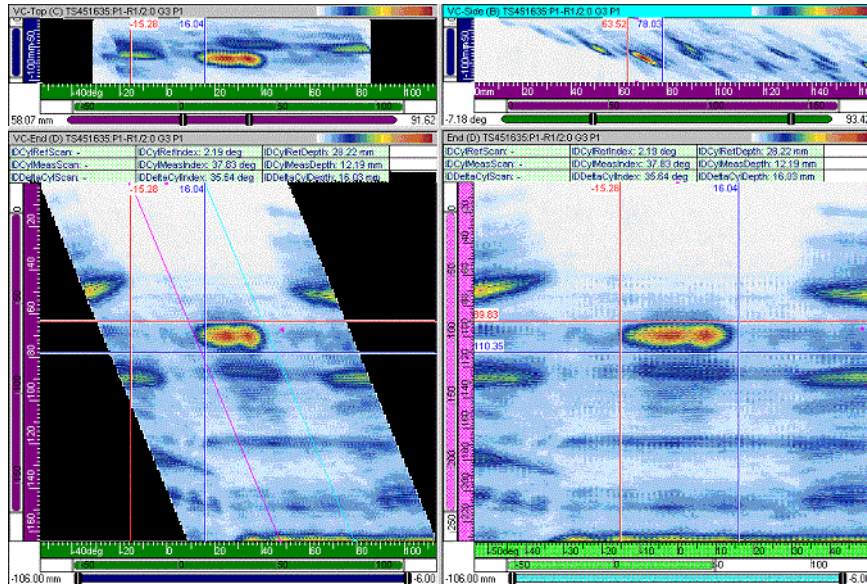

Figure 7-71 Correction cylindrique : exemple 3
- Les champs d'information **Cyl. réf. index DI** et **Cyl. réf. prof. DI** donnent la position (axes d'index et de profondeur), dans la forme cylindrique définie par l'utilisateur, du point déterminé par l'intersection du curseur horizontal de référence (rouge) et du curseur de référence d'angle (rose), dans la vue d'extrémité (D) corrigée pour le volume ou par les curseurs de référence horizontal et vertical (rouges) dans la vue d'extrémité (D).
- Les champs d'information **Cyl. mes. index DI** et **Cyl. mes. pr. DI** donnent la position (axes d'index et de profondeur), dans la forme cylindrique définie par l'utilisateur, du point déterminé par l'intersection du curseur horizontal de mesure (bleu) et du curseur de référence d'angle (cyan), dans la vue d'extrémité (D) corrigée pour le volume ou par les curseurs de mesure horizontal et vertical (bleus) dans la vue d'extrémité (D).
- L'information donnée sur la position dans la pièce cylindrique tient compte des nombreux rebonds du faisceau ultrasonore provenant à la fois du DE et du DI, en tenant compte de l'épaisseur de la paroi entrée par l'opérateur dans la boîte de dialogue **Définition de la pièce** (voir la Figure 7-71 à la page 433).